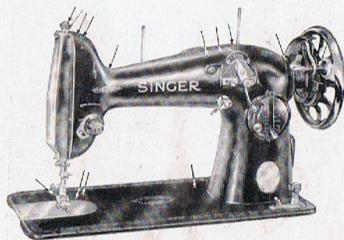

Abb. 30 Ölstellen oberhalb der Grundplatten
**Das Ölen der Maschine.** Um einen leichten Gang der Maschine zu sichern und vorzeitiger Abnutzung der sich reibenden Teile vorzubeugen, müssen die in Abb. 30 bis 33 durch Pfeile gekennzeichneten Stellen geölt werden, und zwar täglich, wenn die Maschine andauernd gebraucht wird. Bei nur zeitweiligem Gebrauch genügt ein gelegentliches Ölen. Dafür ist ein Tropfen an jeder Stelle ausreichend.